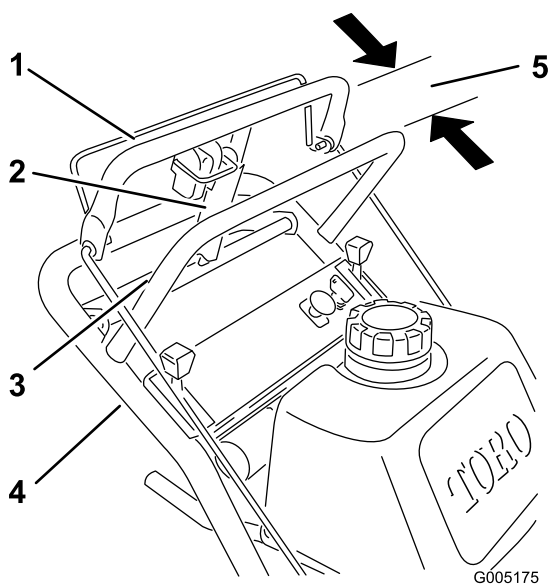

Figure 34
1. Vérifiez l'espace entre la barre de commande supérieure et la barre fixe quand la transmission aux roues est complètement embrayée. Il doit être de 25 à 32 mm environ (Figure 34).